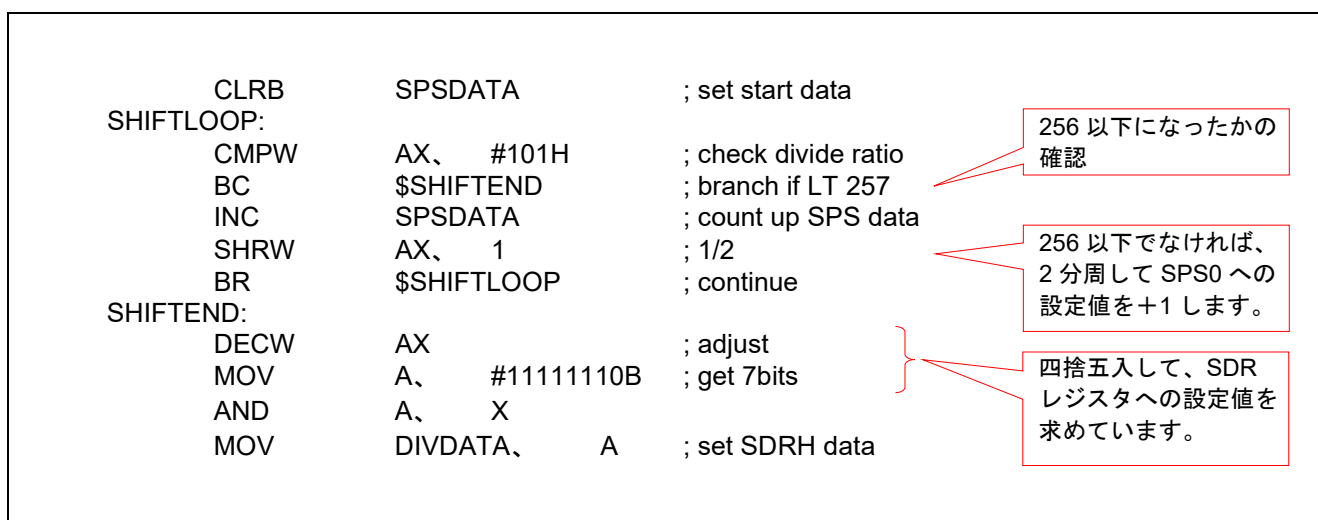

図 1.3 SAU への設定値算出処理プログラム
- 図 1.3 に SAU への設定値算出処理プログラムを示します。
上記処理プログラムを図 1.3 に示します。SPSDATA は SPS0 レジスタに設定する値を格納する変数であり、DIVDATA は SDR0nH に設定する値を格納する変数です。